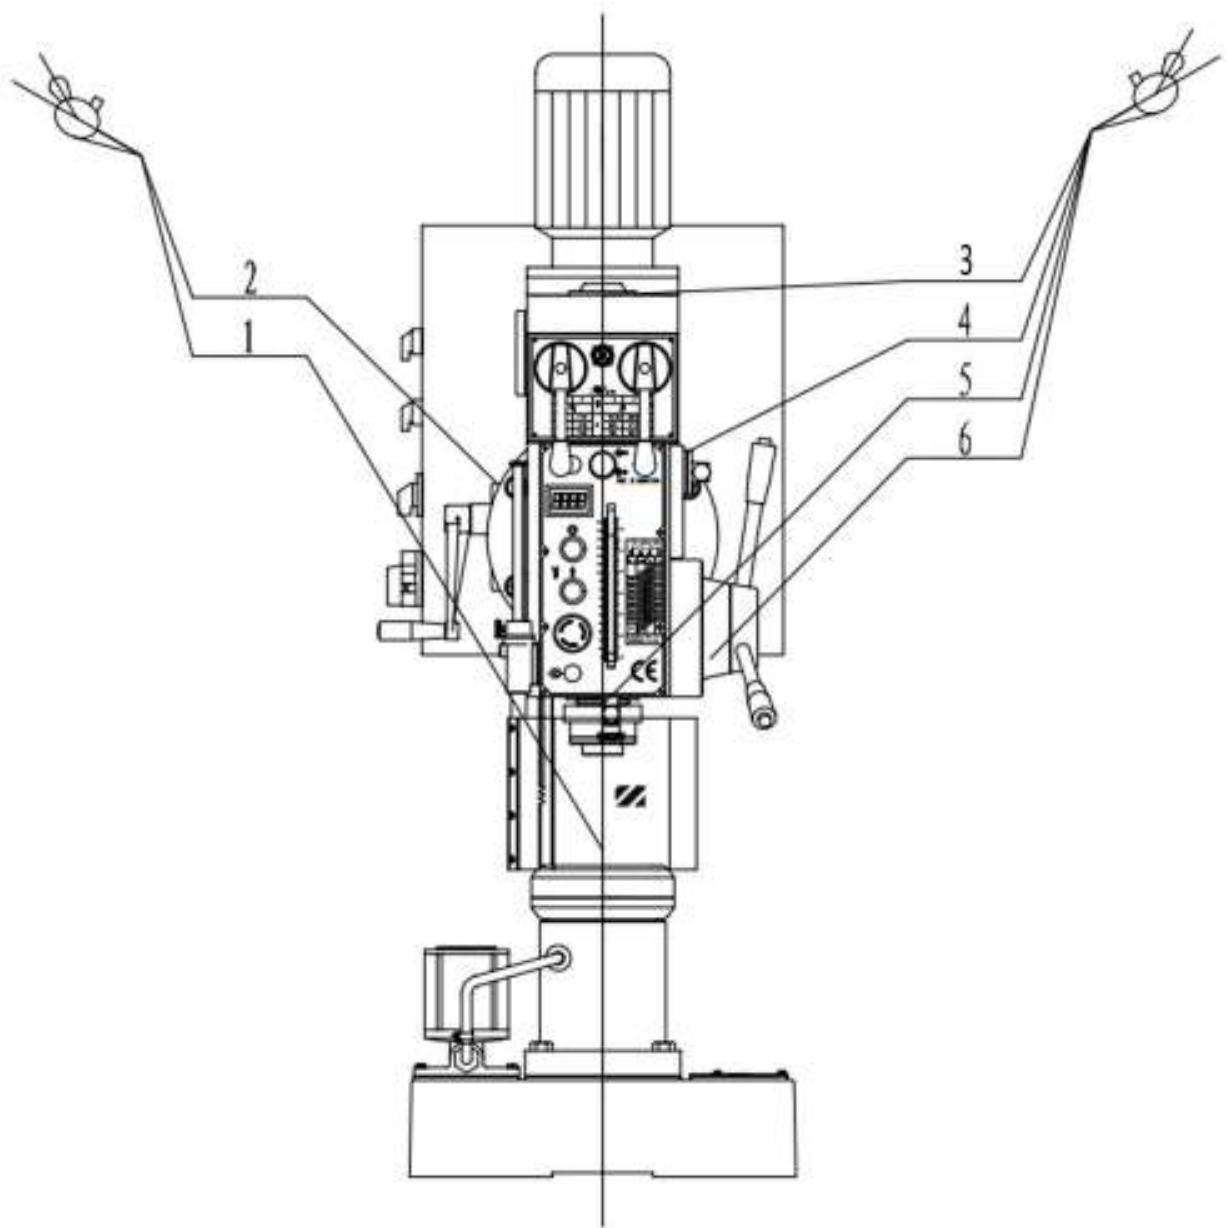

Рисунок 6. Точки смазки
5.3 Станок требует смазку маслом вручную. Места смазки показаны на Рис. 6